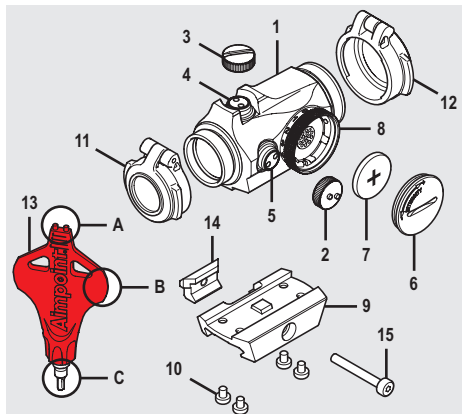

Fig. 1
- Retire la tapa de la batería (6) utilizando la herramienta (13B).
- Inserte la batería (7) con el polo positivo (+) en dirección a la tapa de la batería (6) como se observa en la Fig. 1.
- Haga girar el conmutador giratorio (8) hasta el ajuste de intensidad 12 (máx.) y apriete la tapa de la batería (6) con la herramienta (13B). Cuando encuentre resistencia, siga apretando hasta que la tapa de la batería (6) llegue a un **tope**.
- Compruebe que el punto rojo esté presente y que no quede **nada** de espacio entre la tapa de la batería (6) y el compartimento de la batería.